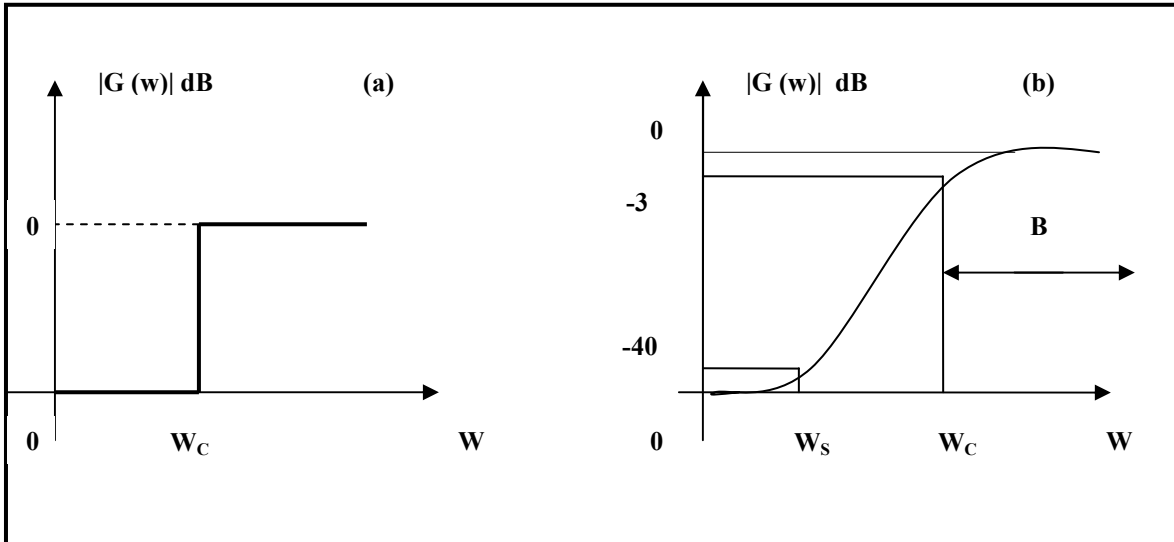

FIGURA 1.1.12 Filtro paso altas. (a) Gráfica ideal; (b) Gráfica real.
- **Paso altas:** Dejan pasar las frecuencias mayores a la frecuencia de corte sin tener un límite superior especificado ($W_C \leq B < \infty$). Se representa en la figura 1.1.12: